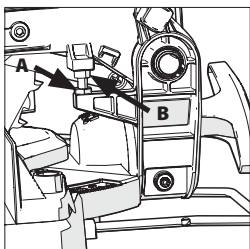

Fig. 12A + 12B
- Desserrez le contre - écrou sur la vis de butée du dispositif descendant de la tête de coupe avec une clé de 10 mm (non fourni). (**Fig. 12A**)